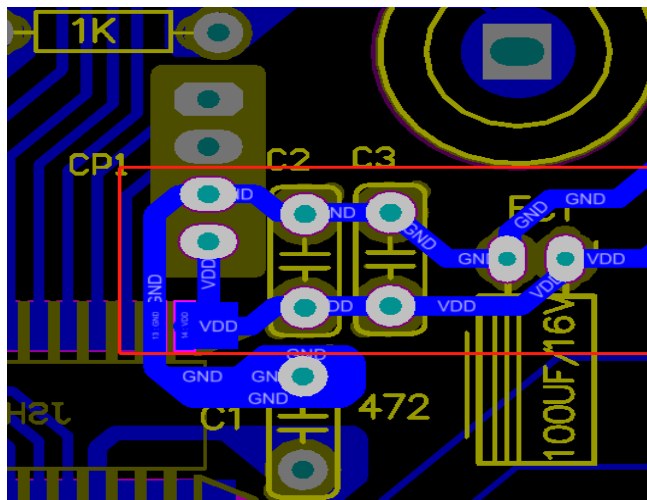

图 14
3) 电源与地平行走线并尽量拉等宽与等距的线, 减少共模干扰, 对 EFT 干扰比较有帮助, 见图 14 位参考电源走线: